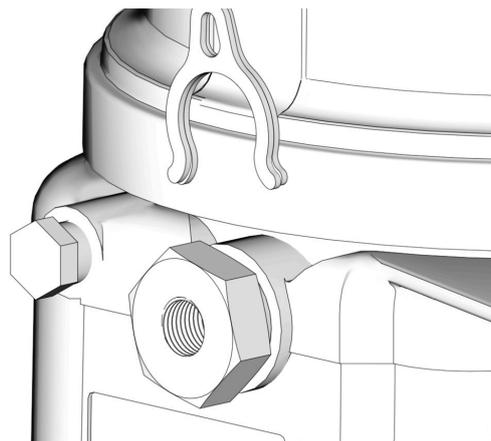

ABB. 13
Das Pumpenfördervolumen wird mit keinem (0) bzw. 1 oder 2 Distanzstücken eingestellt (ABB. 13).